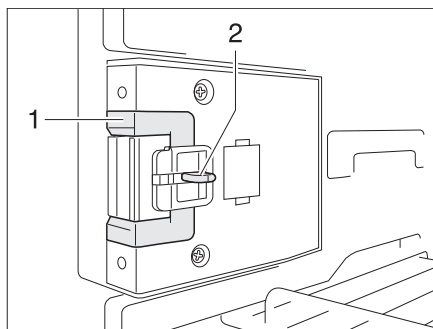
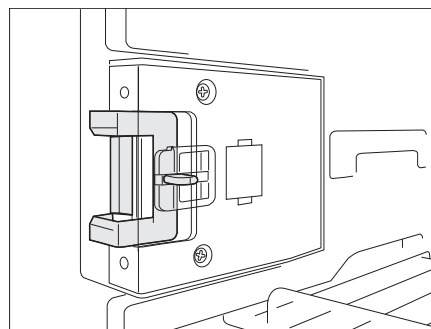

Fig. 359 Dispositivo de cierre en posición normal
Fig. 360 Dispositivo de cierre en posición de ventilación
- Hundir el desbloqueo (Fig. 359,2).
- Empujar el dispositivo de cierre (Fig. 359,1) hacia delante (Fig. 360).